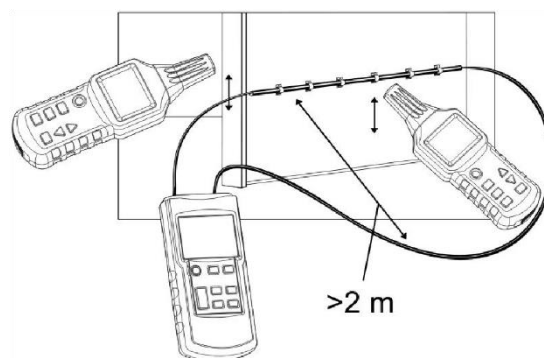

Fig.21
- Tilslut **Senderen** som vist på Fig.21.